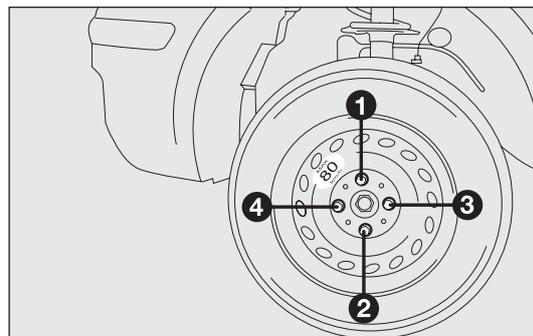

fig. 149
- ❑ en se servant de la clé fournie, visser à fond les boulons, en passant alternativement d'un boulon à un autre diamétralement opposé, suivant l'ordre numérique illustré sur la fig. 149 ;